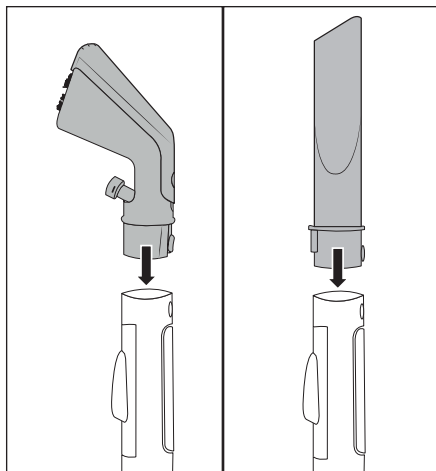

Fig. 3
- ◆ Sæt polstermundstykke ② eller fugemundstykket ②⑨ i sprøjte-/sugeslangen ①⑨, indtil låseknappen ②⑤/④② går i indgreb (se fig. 3).